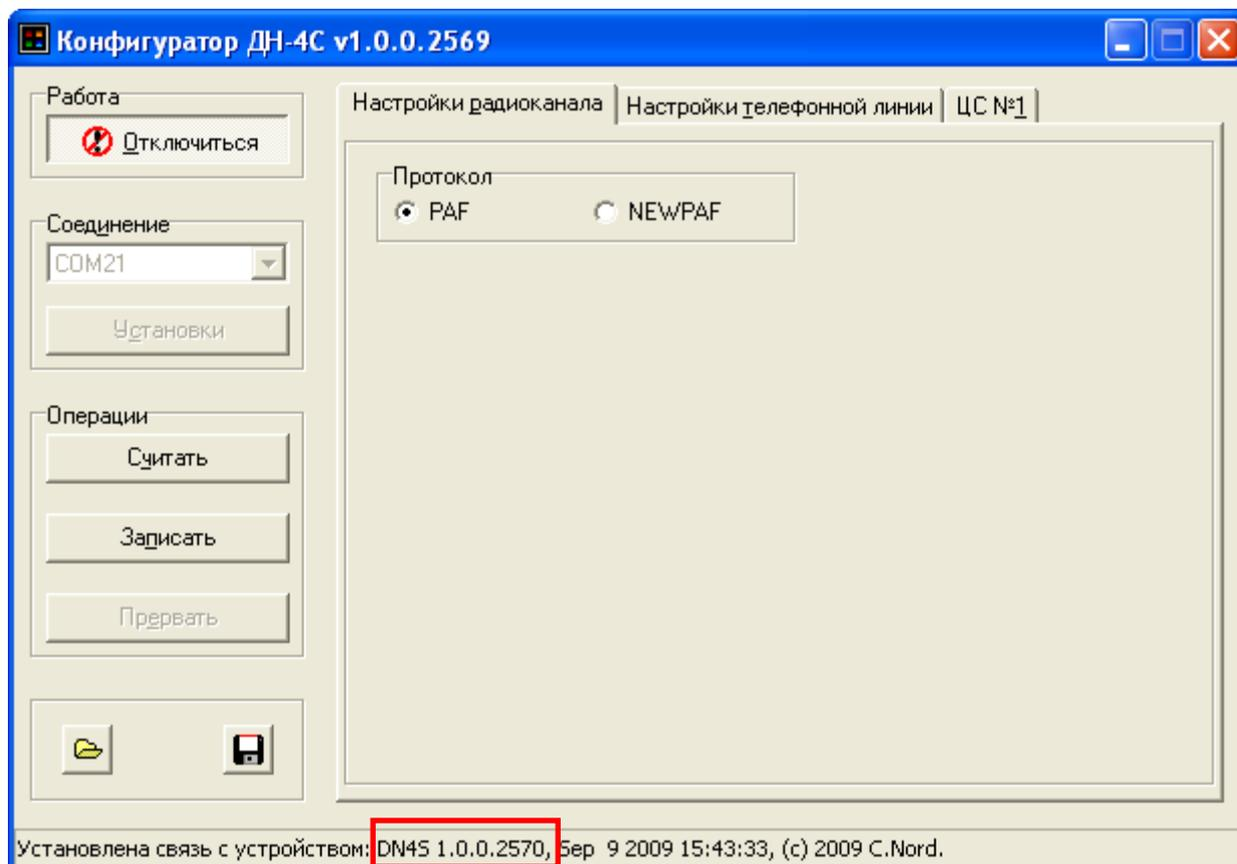

Рисунок 13 - Настройки радиоканала
2.2.14 После установки соединения в нижней части окна конфигуратора появится строка, в которой указывается номер версии программного обеспечения подключенного изделия (на рисунке 13 выделено красным прямоугольником). Программные кнопки «Считать» и «Записать» раздела «Операции» станут доступны (см. рисунок 13).
2.2.15 В окне конфигуратора на вкладке «Настройки радиоканала» (рисунок 13) выберите протокол принимаемых сообщений по интерфейсу TR-100. Он должен совпадать с установленным в контрольной панели протоколом передачи.